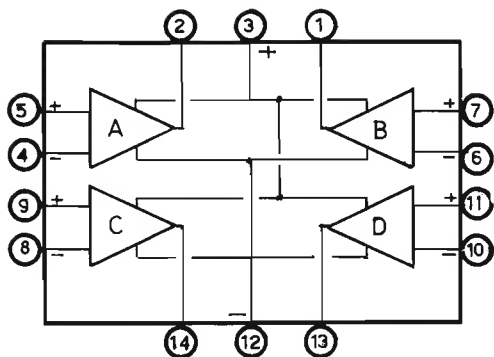

Figura 2 - Schema a blocchi delle quattro unità indipendenti, che costituiscono il circuito integrato IC2.
La figura 2 rappresenta in forma semplificata questa unità integrata che fa parte del dispositivo: come si può osservare, il circuito integrato comporta complessivamente quattro unità, contrassegnate con le lettere A, B, C, e D. Ciascuna di esse presenta un terminale di ingresso non invertente (ad esempio il terminale numero 5 per la sezione A), un terminale invertente (il terminale 4 per la sezione A), un terminale di uscita (2, sempre per la sezione A), nonché due terminali, per l'alimentazione positiva (3) e quella negativa (12).
La sezione di IC2 contrassegnata dalla lettera C in figura 2 funziona come comparatore, ed accoglie la tensione continua che si presenta ai capi di C14, confrontandola con la tensione di riferimento di circa 100 mV, prodotta tramite R17, R14 e C9.